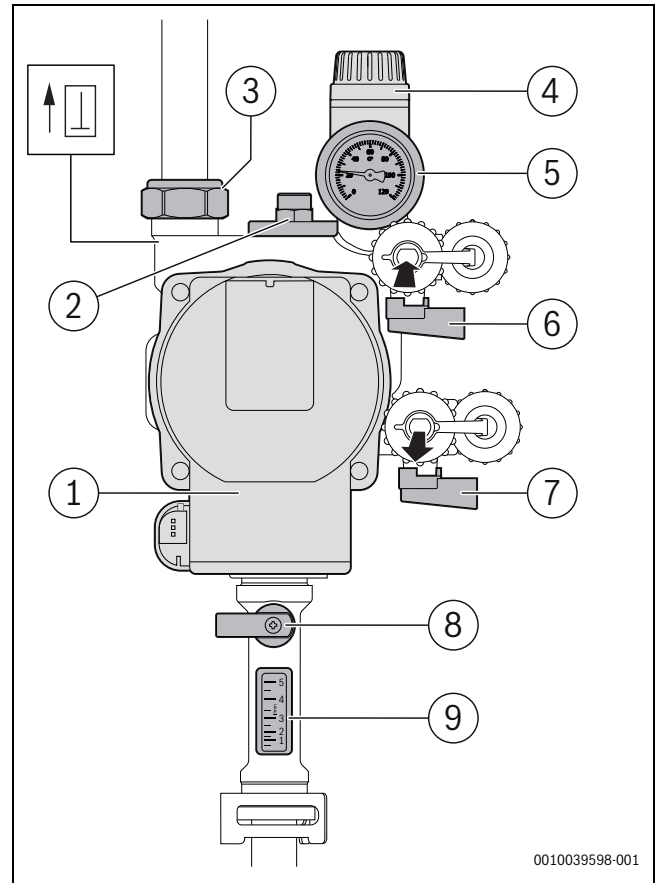
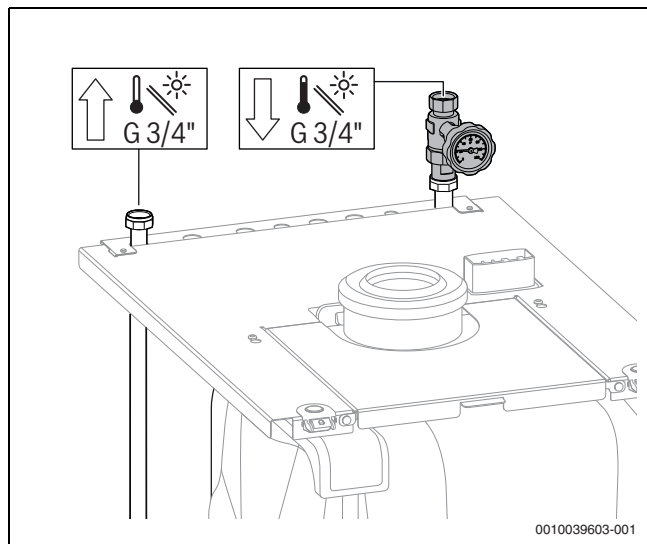

Bild 61 Übersicht Solarstation
Bild 62 Wartungshahn am Solar-Vorlaufrohr
- ▶ Druckseite der Befülleinrichtung an Füll- und Entleerhahn (→ Bild 61, [6]) anschließen.
- ▶ Saugseite der Befülleinrichtung an Füll- und Entleerhahn (→ Bild 61, [7]) anschließen.
- ▶ Füll- und Entleerhähne (→ Bild 61, [6] und [7]) öffnen.
- ▶ Während des Spülens den Füll- und Entleerhahn an der Saugseite (→ Bild 61, [7]) mehrmals kurzzeitig drosseln und anschließend schnell komplett öffnen.
- ▶ Während der Schaltvorgänge den Zeiger des Manometers (→ Bild 61, [5]) an der Solarstation kontrollieren.
- ▶ Solarpumpe ca. 10 Minuten laufen lassen und Umwälzung am Durchflussmesser (→ Bild 61, [9]) prüfen.
- ▶ Solaranlage am automatischen Entlüfter an der Hocheffizienz-Solarpumpe nochmals entlüften (→ Bild 61, [2]) und Betriebsdruck auf 2,5 bar einstellen. Bei Anlagen über 12 m Höhendifferenz Kapitel 16.1.3 auf Seite 110 beachten.
- ▶ Volumenstrom am Durchflussmesser (→ Bild 61, [9]) ablesen.
- ▶ Volumenstrom am Einstellhahn des Durchflussbegrenzers (→ Bild 61, [8]) soweit drosseln, bis der maximale Volumenstrom unterschritten wird.
- ▶ Wartungshahn am Solar-Vorlaufrohr (→ Bild 62) und Einstellhahn des Solar-Durchflussbegrenzers (→ Bild 61, [8], Seite 112) schließen.